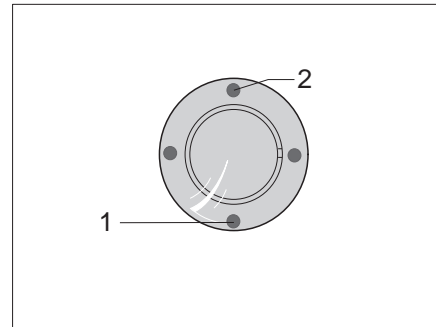
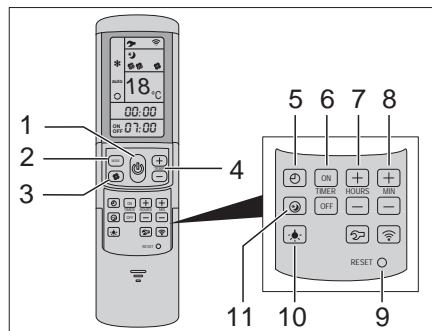

Bild 118 IR-Empfänger/Funktionsanzeige
Bild 119 Fernbedienung
Die Klimaanlage ist auf dem Dach des Fahrzeugs angebracht. Die Fernbedienung (Bild 119) für die Klimaanlage befindet sich im Küchenbereich.
Die Klimaanlage ist betriebsbereit. Die blaue LED (Bild 118,1) leuchtet.
- Zum Einschalten die Taste (Bild 119,1) auf der Fernbedienung drücken. Die blaue LED (Bild 118,1) blinkt.
- Die gewünschte Betriebsart mit der Taste MODE (Bild 119,2) einstellen.
- Bei Bedarf mit der Taste (Bild 119,3) die gewünschte Gebläsestufe und mit den Tasten (Bild 119,4) die Raumtemperatur einstellen.
Im Kühlbetrieb: Ist die auf der Fernbedienung eingestellte Temperatur erreicht, erlischt die blaue LED (Bild 118,1), der Kompressor schaltet ab und das Umluftgebläse läuft weiter.
Im Heizbetrieb: Ist die auf der Fernbedienung eingestellte Temperatur erreicht, erlischt die gelbe LED (Bild 118,2), der Kompressor schaltet ab und das Umluftgebläse läuft weiter. Wird die eingestellte Raumtemperatur unterschritten, schaltet das Gerät automatisch wieder auf Heizbetrieb.
**Ausschalten:** ■ Zum Ausschalten die Taste (Bild 119,1) auf der Fernbedienung erneut drücken.
- Zum Programmieren die Klimaanlage mit der Taste (Bild 119,1) auf der Fernbedienung einschalten.
- Mit der Taste (Bild 119,2) die gewünschte Betriebsart und mit den Tasten (Bild 119,4) die Raumtemperatur einstellen.
- Mit den Tasten (Bild 119,6) die gewünschte Funktion auswählen:
- Mit den Tasten (Bild 119,7 und 8) die gewünschte Schaltzeit wählen (15 Minuten bis 24 Stunden).
- Einstellung mit den Tasten "ON" oder "OFF" (Bild 119,6) bestätigen.